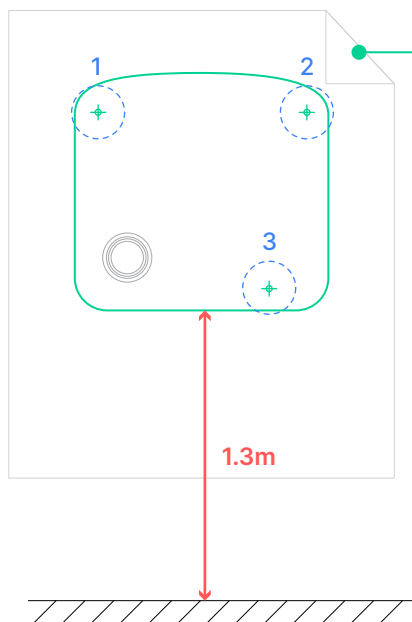

Fig. 4 - Șablon de găurire pentru punctele de montare a stației de încărcare 1P7K
4. Marcați pe perete poziția celor 3 puncte de montare a stației de încărcare. Pentru o marcă rapidă și corectă a punctelor de montare, vă rugăm să utilizați șablonul de găurire furnizat. Se recomandă să instalați stația de încărcare 1P7K la 1,3 m deasupra solului. (**Fig. 4 - pagina 16**)